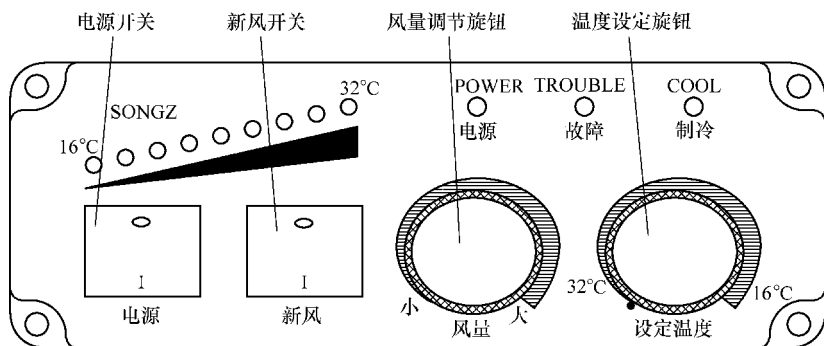

图 27-3 II 型操纵器示意图
(2) II 型操纵器的使用功能 SONGZ 客车空调系统的 II 型操纵器如图 27-3 所示, 操纵器的功能如下列所示。